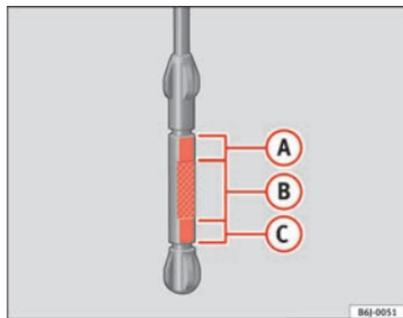

Fig. 116 Varilla de medición del nivel de aceite
- A continuación, vuelva a extraerla y compruebe el nivel de aceite ⇒ fig. 116. En caso necesario, reponga aceite del motor.